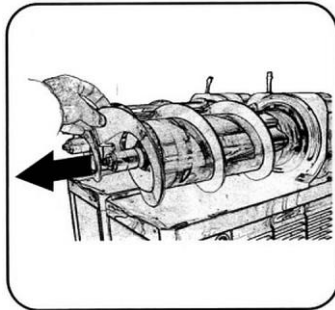

Fig. 21
1. For at fjerne spiralen skal du placere fingrene på spiralpladen og forsigtigt trække den indad som vist i fig. 21+22.